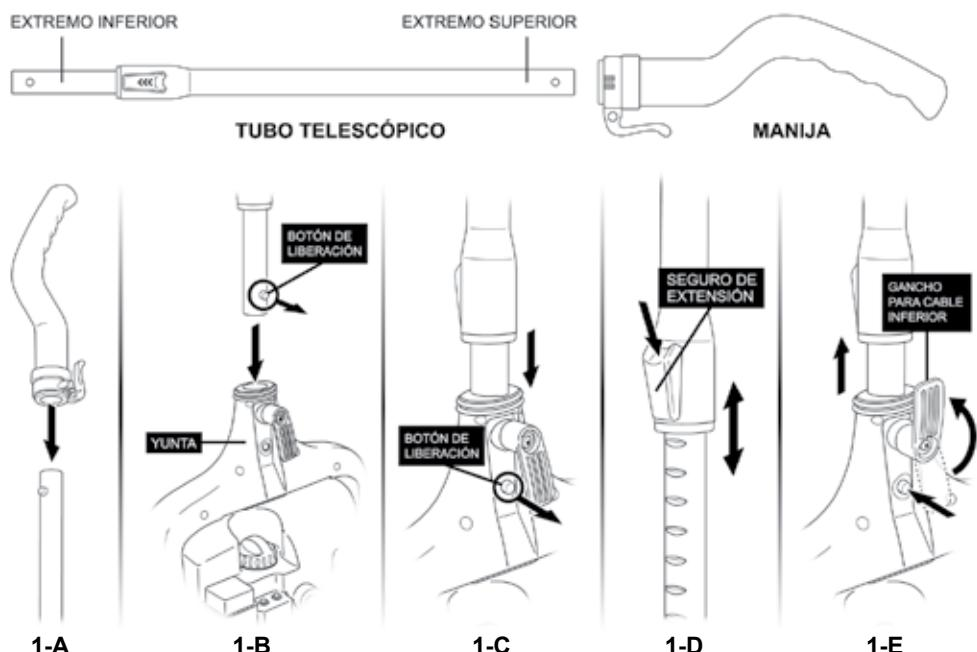

FIGURA 1
- Conecte la Manija al extremo superior (más ancho) del Tubo Telescópico. Para esto, simplemente deslice la Manija en el Tubo hasta que quede fija en su lugar (FIGURA 1-A).
- Introduzca el extremo inferior (más angosto) del Tubo Telescópico en la yunta encima del Cabezal del Trapeador. Cuando lo introduzca, asegúrese de que el botón de liberación del Tubo quede en la parte trasera de la yunta, como se ilustra (FIGURA 1-B).
- Presione el Tubo Telescópico en la yunta hasta que el botón de liberación quede fijo dentro del pequeño agujero detrás de la abrazadera (FIGURA 1-C). Ahora el Tubo debe estar asegurado dentro del Cabezal del Trapeador.
- Para ajustar el largo del Tubo Telescópico, presione el seguro de extensión hacia abajo. Mientras tanto, mueva la sección superior del Tubo hasta el largo deseado (FIGURA 1-D). Suelte el seguro, luego ajuste la sección superior del Tubo nuevamente hasta que haga clic y esté asegurada en su lugar.
- Para desconectar el Tubo Telescópico, gire 180° el Gancho del Cable inferior hacia arriba y presione firmemente el botón mientras tira el Tubo fuera de la yunta del Cabezal del Trapeador (FIGURA 1-E).